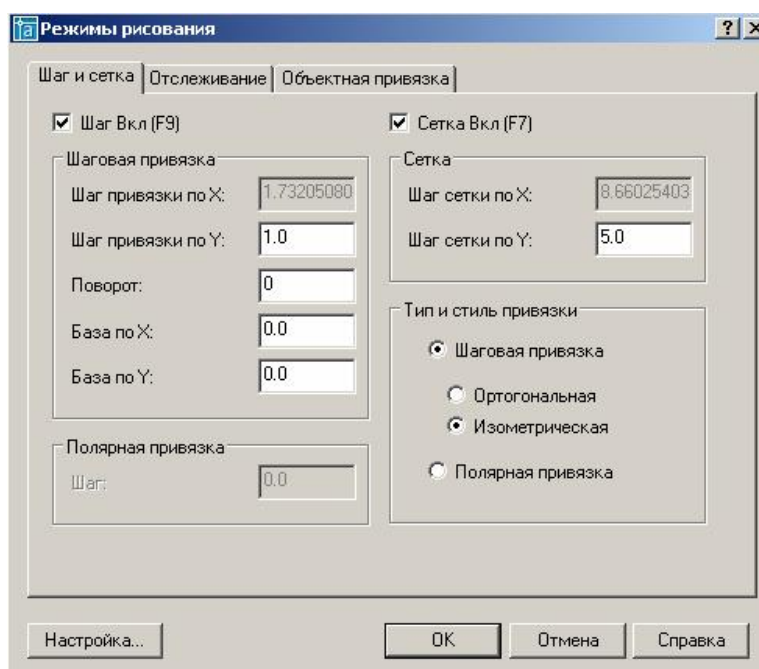

Рис. 22. Графические настройки при выполнении аксонометрии
- в появившемся диалоговом окне **Режимы рисования** установим параметры, показанные на рис. 22, и нажмем кнопку **ОК**;